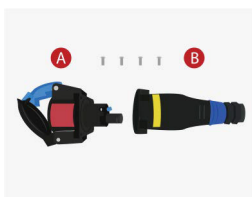

Figura 2
2. Desconecte a parte dianteira do receptáculo (A) antifaísca da parte traseira (figura 2).